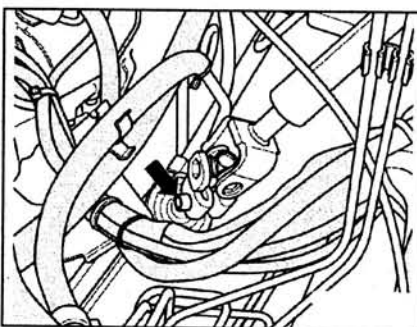

Рис. 6.2. Открутите болт крепления шарнира (**стрелка**).
4. Открутите болт крепления шарнира (**стрелка**) (рис. 6.2).
6. Открутите болт крепления шарнира (стрелка) (рис. 6.2).